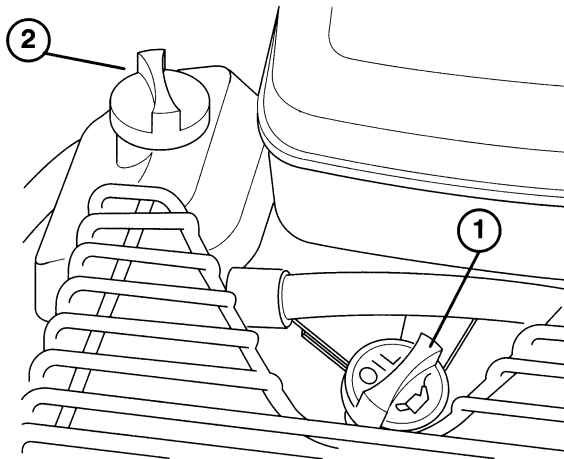

Figure 2
7. Fixer la batterie avec les boulons, le collier, les rondelles et les écrous papillons (Fig. 2).
2. Sortir la jauge de niveau et l'essuyer avec un chiffon propre. Remettre la jauge dans le goulot de remplissage et s'assurer qu'elle est enfoncée au maximum. La ressortir ensuite du goulot de remplissage et vérifier le niveau d'huile (Fig. 2). Si le niveau est bas, ajouter suffisamment d'huile pour faire passer le niveau au repère FULL (maximum) de la jauge.
1. Retirer le bouchon du réservoir de carburant (Fig. 2) et remplir le réservoir de 17 litres jusqu'à environ 2,54 cm de son sommet avec de l'essence sans plomb. Revisser fermement le bouchon du réservoir.